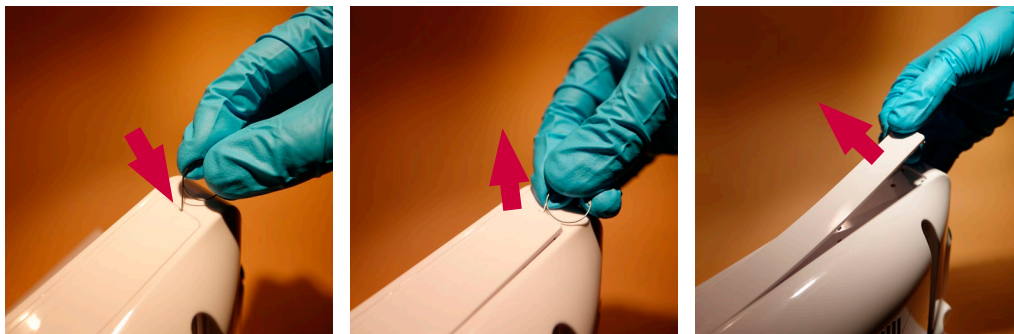

図4 ネームプレートの取り外し
- c) ディスプレイ装置の上部と下部にあるAmbuロゴ付きネームプレートを取り外します(図4)